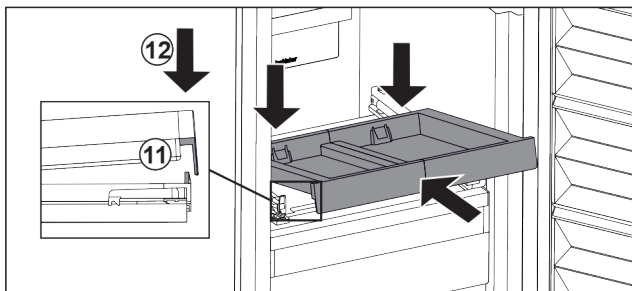

Fig. 143
- Vstavite jo v poševnem položaju. Pazite, da je nastavek na obeh straneh za jezičkom. Fig. 143 (11)
- Izvlečno polico odložite spredaj. Fig. 143 (12)